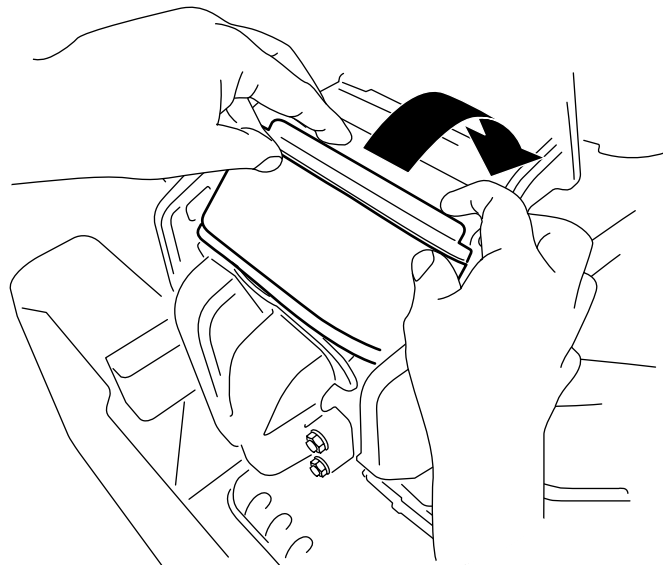

Рисунок 43
3. Поверните фильтр вниз в камеру и прижмите его к коллектору так, чтобы он полностью сел на место (**Рисунок 43**).